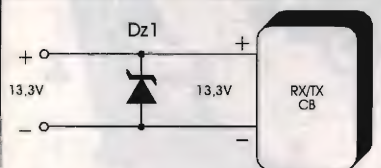

figura 5 - Protezione tipo c) D1: diodo zener 18V/10W.
c) contro le sovratensioni, con diodo zener in parallelo (figura 5): si usa uno zener con tensione appena superiore alla tensione massima di alimentazione dell'apparato da proteggere, in particolare dalle sovratensioni transitorie che si possono verificare ad esempio nei mezzi mobili con tensione nominale di 12V. I picchi di tensione vengono "tagliati" e limitati ad un valore non pericoloso dal diodo zener.